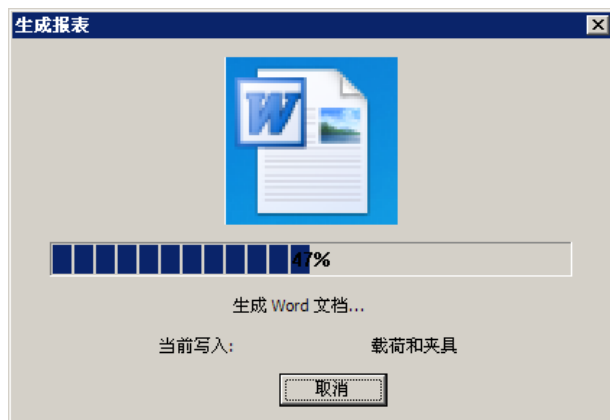

图 12.3.51 “生成报表”对话框
Step3. 单击对话框中的 **出版** 按钮，系统弹出图 12.3.51 所示的“生成报表”对话框，显示报表生成进度。